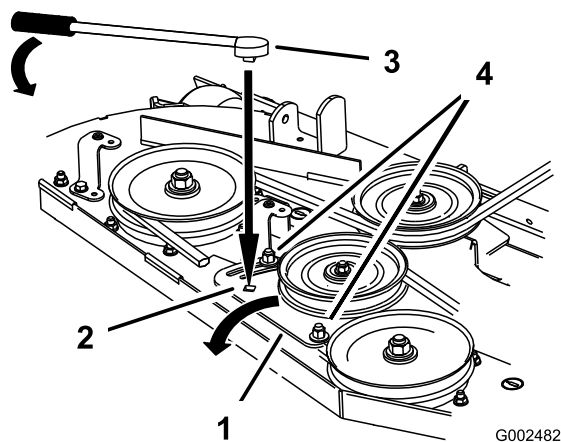

Figure 52
5. Si un réglage est nécessaire, desserrez la plaque du bras de tension et effectuez le réglage (Figure 52).
6. Insérez un manche à rochet ou une barre de levier dans le trou carré de la plaque pour régler la tension (Figure 52).
7. Pour augmenter la tension de la courroie, tournez la plaque de la poulie de tension jusqu'à ce qu'une résistance soit sentie et que la rotation s'arrête. Ne pas continuer quand elle s'arrête (Figure 52).
8. Serrez les boulons de fixation de la plaque (Figure 52).
10. Réglez la tension de la courroie et la plaque de la poulie de tension, le cas échéant, et serrez fermement toutes les fixations (Figure 52).